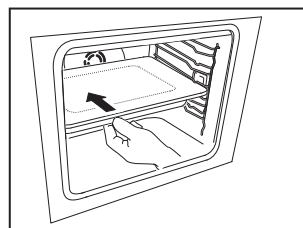

Fig. 3
3. Assurez-vous que la prise est complètement engagée en poussant fermement la plaque à induction (Fig. 3).